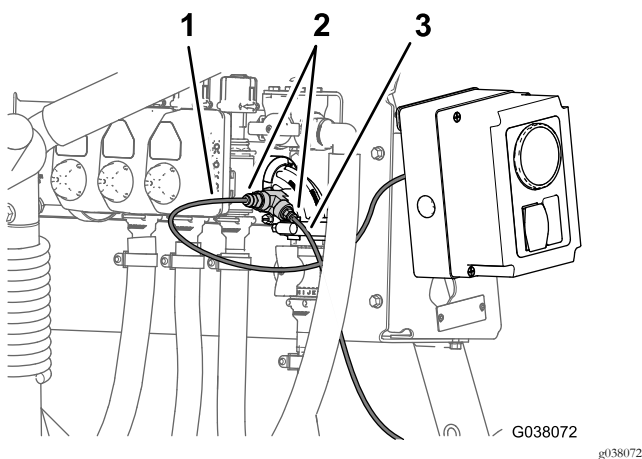

图125
1. 将仪表板内压力计压力传感管塑料的末端与 T 形接头管道连接器的锁环对齐 图125。
2. 将传感管插入锁环直至管道完全入位 图125。
3. 将喷枪套件或电动软管卷套件控制箱内压力计压力传感管塑料的末端与 T 形接头管道连接器的锁环对齐 图125。
4. 将传感管插入锁环直至管道完全入位 图125。